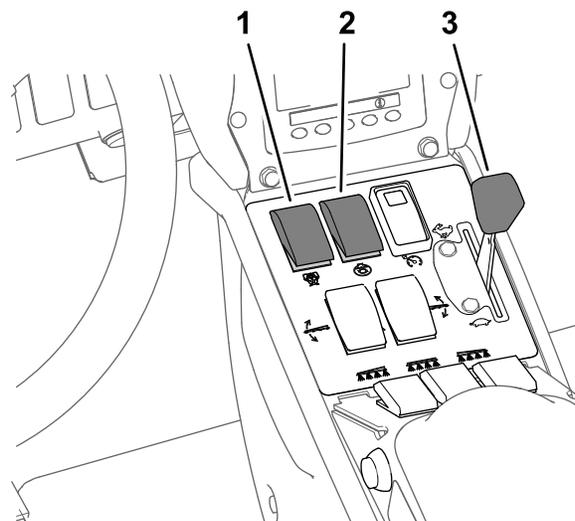

Figure 43
7. Réglez la commande de pompe à la position de MARCHE (Figure 43).
8. Amenez la commande d'accélérateur en position HAUT RÉGIME (Figure 43) et laissez tourner le moteur pendant 10 minutes.
- Réglez la commande d'agitation en position DÉACTIVÉE et la commande d'accélérateur en position HAUT RÉGIME (Figure 43).